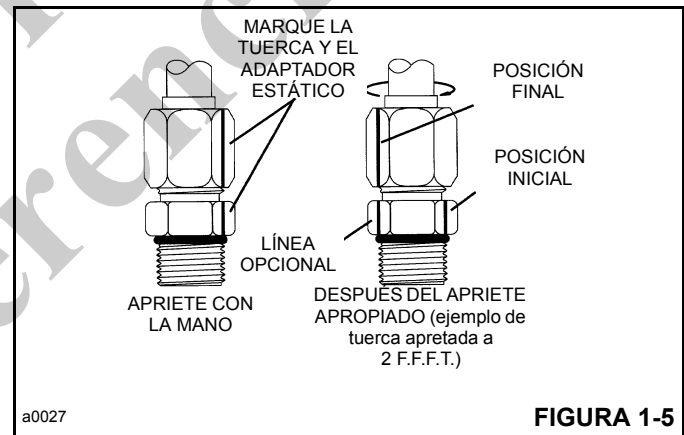

FIGURA 1-5
- Opcional para el apriete futuro de la misma conexión: extienda la línea desde la tuerca en su nueva ubicación hasta la parte hexagonal del adaptador estático o la lumbrera (Figura 1-5).